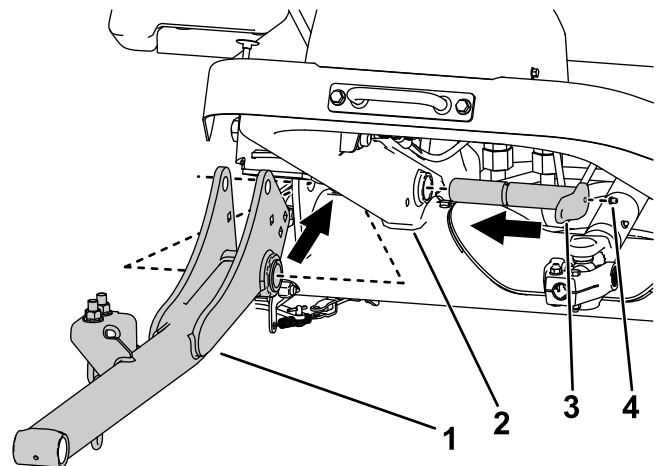

Figure 6
2. Utilisez 2 grands axes pour installer les bras de levage sur le cadre de la machine (Figure 6).
3. Montez les graisseurs sur les grands axes (Figure 6).